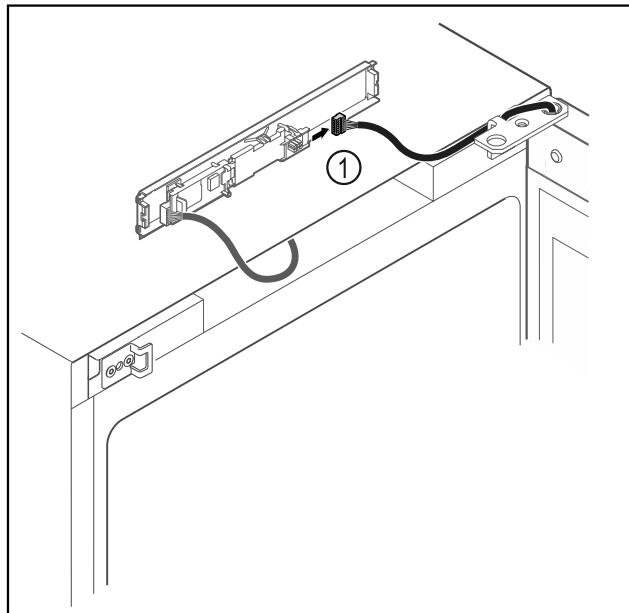

Fig. 10
- Odvojite utikač Fig. 10 (1) od tiskane pločice.